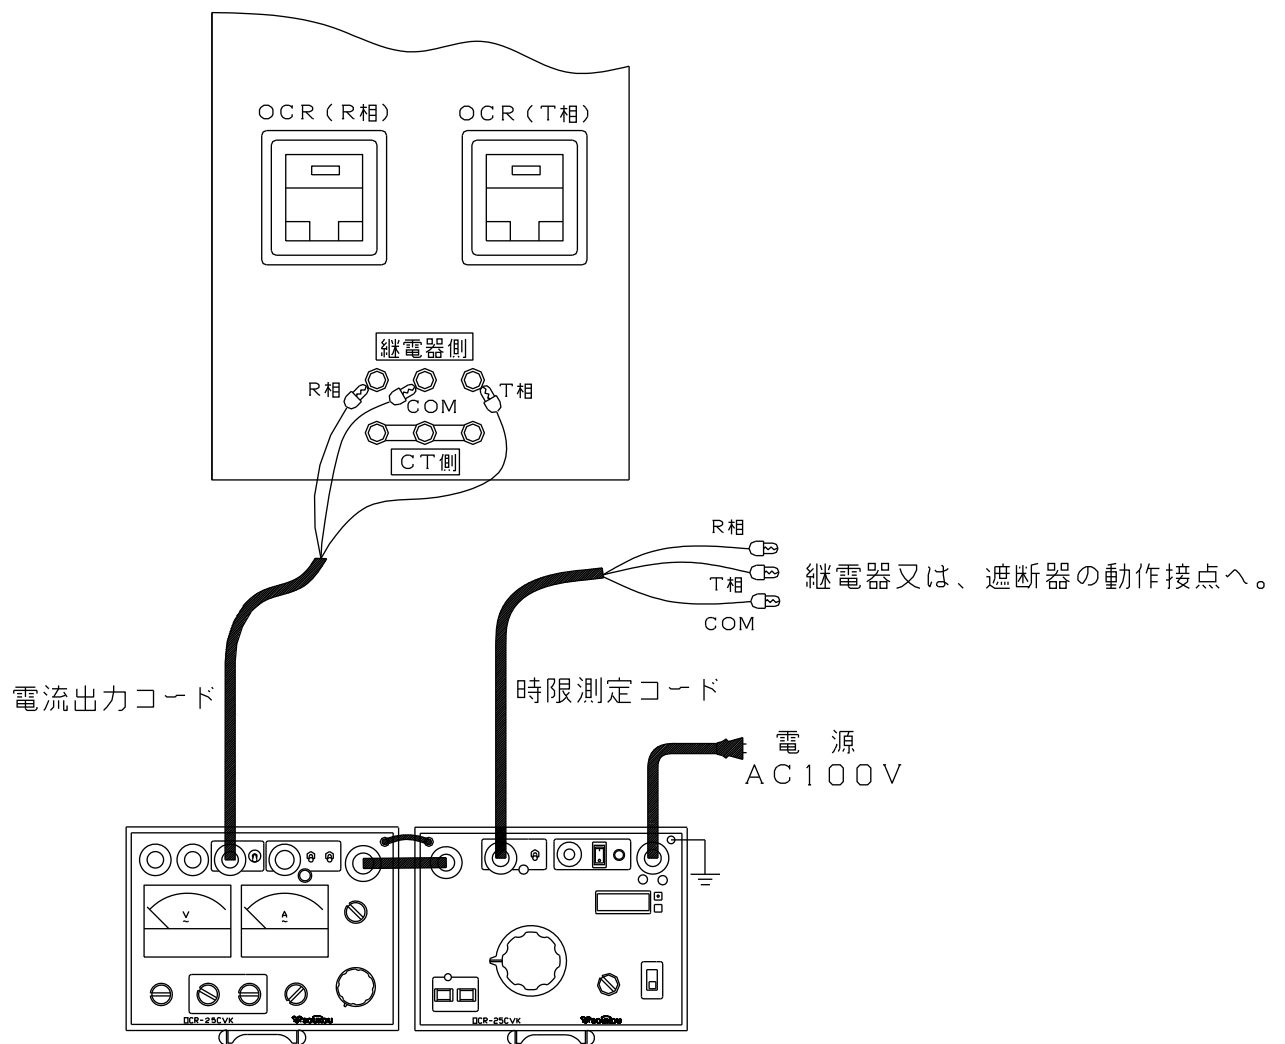

図5：試験回路図（構成）
6. 以上のような点を注意し、試験回路を構成します。(図5,6,7,8,9)